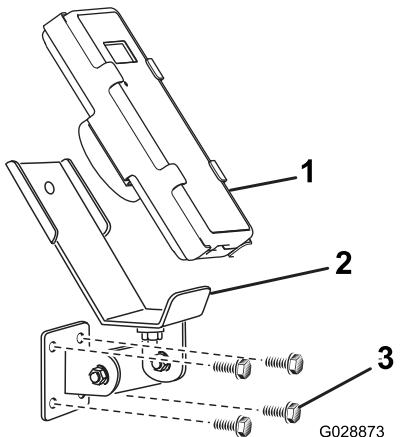
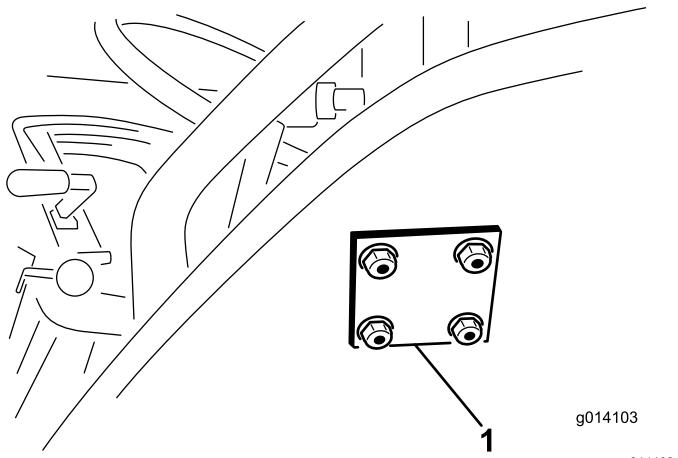

Figure 14
Figure 15
- Fixez le support et la plaque d'appui avec 4 boulons à embase (5/16" x 1½") et contre-écrous à embase (Figure 14 et Figure 15).